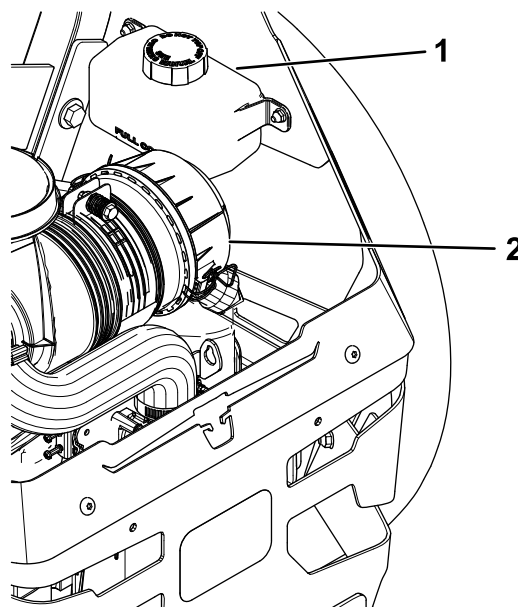

Figure 72
2. Vérifiez le niveau dans le vase d'expansion et faites l'appoint d'huile Toro® HYPR-OIL™ 500 au besoin pour faire monter le niveau jusqu'au repère maximum à froid (FULL COLD) (Figure 72).